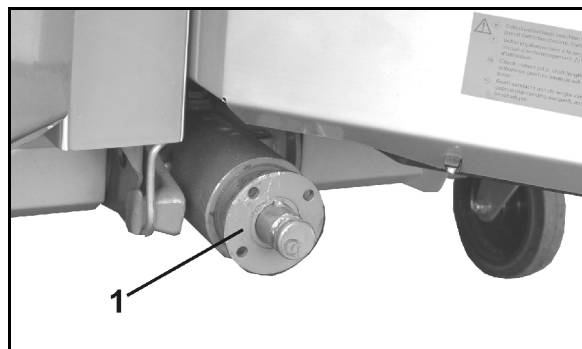

Рис. 35
1. Снимите втулку с фланцем (Рис. 35/1) с помощью съемника с первичного вала редуктора.